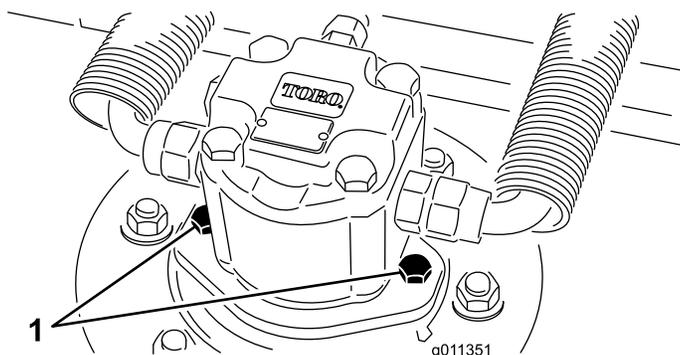

Figura 85
2. Desligue e retire o motor hidráulico da unidade de corte (**Figura 85**). Cubra a parte superior do eixo para não o sujar.
3. Instale o motor hidráulico na unidade de corte (Figura 85). Verifique se o anel de retenção está posicionado corretamente e não está danificado.